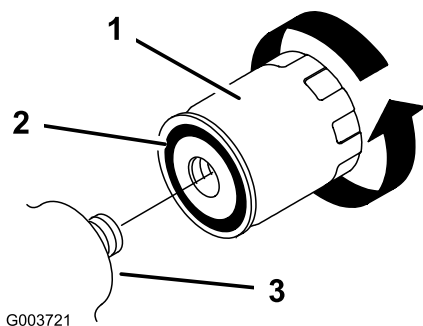

Figura 37
5. Retire el filtro usado (Figura 37) y limpie la superficie del adaptador del filtro.
6. Aplique una capa fina de fluido hidráulico a la junta de goma del filtro nuevo (Figura 37).
7. Instale el filtro hidráulico nuevo en el adaptador del filtro (Figura 37). Apriete el filtro en el sentido de las agujas del reloj hasta que la junta de goma entre en contacto con el adaptador del filtro, luego apriete el filtro media vuelta más.